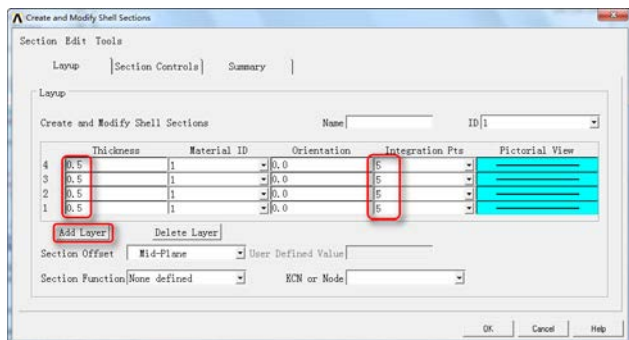

图 8-10 “Create and Modify Shell Sections”对话框
⑦划分层单元，Main Menu>Preprocessor>Sections>Reinforcing>Add / Edit，弹出如图 8-10 所示的“Create and Modify Shell Sections”对话框，单击“Add Layer”添加层，分别创建“Thickness”为 0.5、“Integration Pts”为 5 的 4 层，单击“OK”按钮。